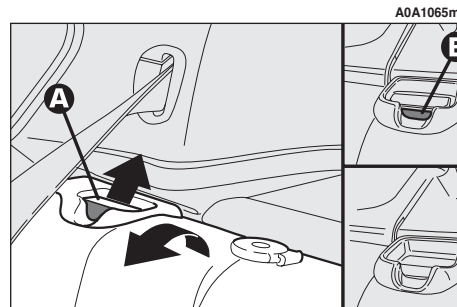
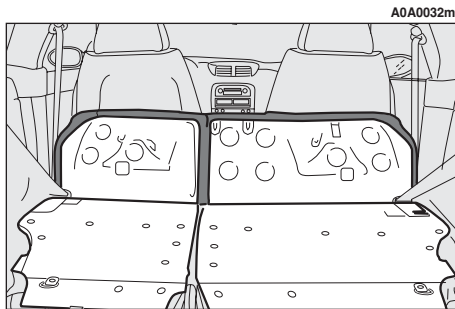

fig. 25
fig. 26
- trasversalmente tra gli schienali dei sedili anteriori ed i cuscini ribaltati dei sedili posteriori in occasione di vano bagagli totalmente ampliato (vedere fig. 26).
— sollevare le leve (**A**-fig. 25) di ritegno schienali e ribaltarli in avanti, in modo da ottenere un unico piano di carico (**fig. 26**).
— sollevare la leva di ritegno schienale (**A**-fig. 25) e ribaltare quest'ultimo in avanti.
- sollevare gli schienali spingendoli indietro fino a percepire lo scatto di bloccaggio di entrambi i meccanismi di aggancio, verificando visivamente la scomparsa della “banda rossa” (**B-fig. 25**) presente sulla parte superiore delle leve. Tale “banda rossa” indica infatti il mancato aggancio dello schienale;